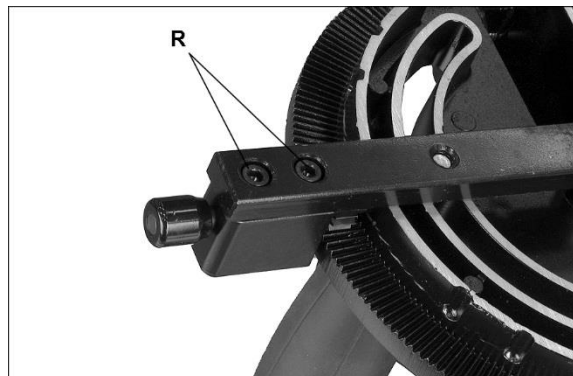

Рисунок 8-3
4. Отрегулируйте корпус (K), пока он не будет под прямым углом (90°) по отношению к пазу.
5. Затяните ручку фиксации (H).
6. Убедитесь, что индикатор шкалы (L) показывает 0°. Если это не так, ослабьте винт (P) и выставьте индикатор (L), на 0°. Затяните винт (P).
7. Если описанная выше процедура не обеспечит удовлетворительного выравнивания углового упора, ослабьте два болта (R, Рисунок 8-3) под опорной стойкой и сместите ее, если необходимо. По окончании, затяните болты.